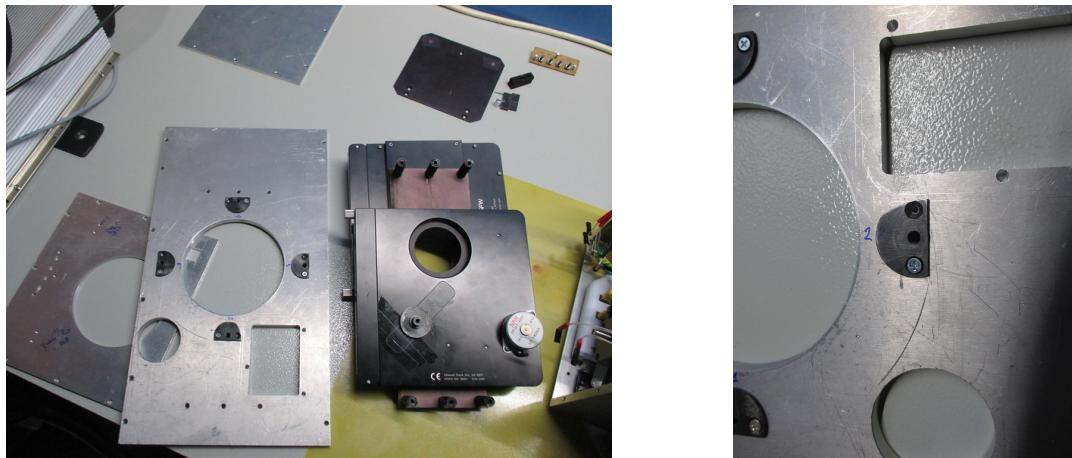

Рис. 17: Снятие панели крепления турелей.
4. Открутить шесть винтов, крепящих панель турелей к верхней плате фотометра. При сборке удостовериться, что находящееся вблизи прямоугольного окна резьбовое соединение крепления фланца светоприемника соответствует изображенному на рис. 17 слева (у данного экземпляра подрезана сторона вблизи винта фиксации колеса верхней турели).